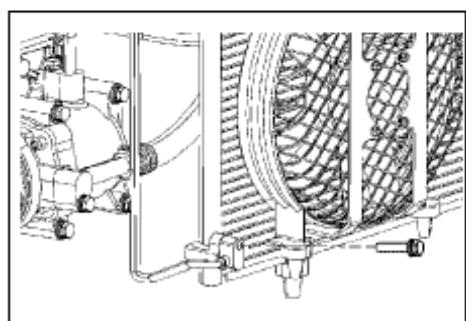

Рис. 471
- (1) Удалите болт, отсоедините нижний трубопровод хладагента от конденсатора.(рис. 471)
- (2) Удалите круглое уплотнительное кольцо блока трубок низкого и высокого давления